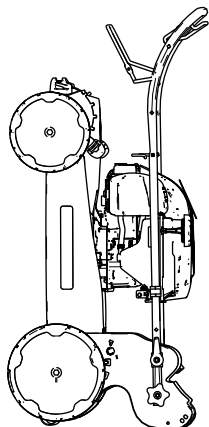

Figure 19
6. Soulevez l'avant de la machine par le guidon et amenez-la jusqu'au lieu de rangement (Figure 19).